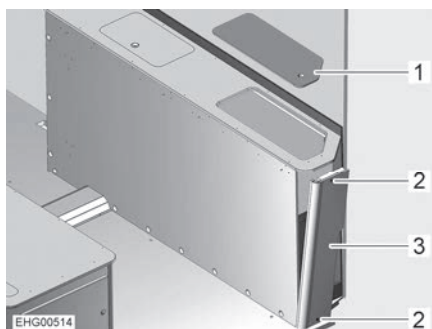

Fig. 123 Coffre de banquette droit
- Retirer le couvercle de service (Fig. 123,1).
- Dévisser 2 vis (Fig. 123,2).
- Passer la main dans le coffre de banquette par le haut et presser légèrement la paroi latérale (Fig. 123,3) vers l'extérieur.